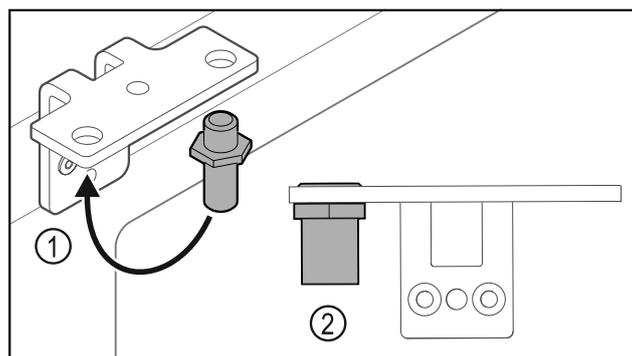

Fig. 17
► Spostare il perno Fig. 17 (1) nella cerniera angolare.
► Serrare il perno Fig. 17 (2) con una **coppia di 12 Nm**.